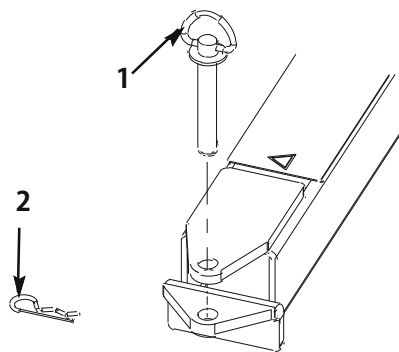

図8
4. ヒッチ・ピンとヘアピン・コッターを使って、スイーパのヒッチ・トングを牽引車両のヒッチに接続する (図 8)。